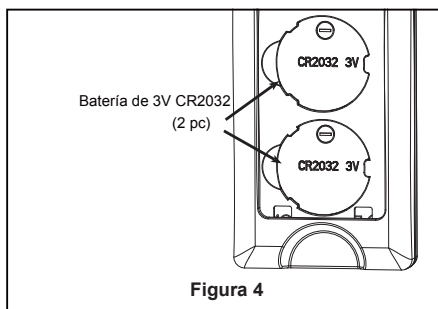

Figura 4
- ☐ 4. Para que el ventilador sea funcional, instale las pila (incluidas) de 3V en el transmisor del mando a distancia. Mientras el ventilador esté apagado. A continuación, siga el proceso de fijación remota de código. Si no se utiliza el ventilador durante un largo periodo de tiempo, extraiga la batería para evitar cualquier daño al transmisor. Almacene el mando a distancia en un lugar alejado del calor o la humedad excesiva. (Figura 4)